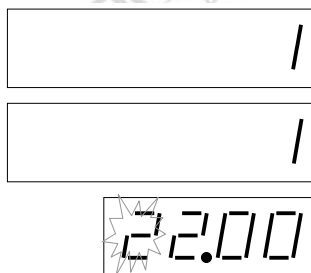
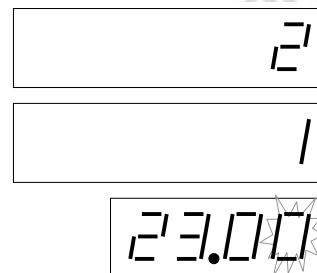

Рис. 7 Перемещение из самого старшего разряда цены за единицу продукта сторона А
Рис. 8 Перемещение в самый младший разряд цены за единицу продукта, сторона В
- с самого старшего разряда цены за единицу продукта *см. рис. 7* с помощью клавиши „-“ перемещает установку на самый младший разряд цены за единицу продукта следующей стороны колонки *см. рис. 8*.